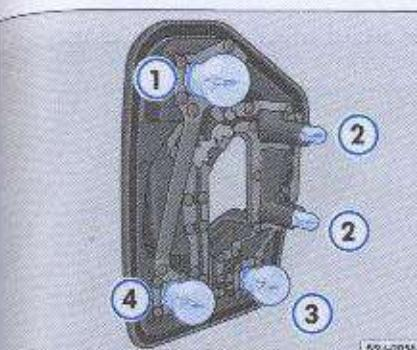

Fig. 145 Lámparas de la linterna trasera
La localización y la identificación de las lámparas → fig. 145 están relacionadas a continuación:
- Para sustituir las lámparas quemadas ⇒ página 213, fig. 145 ①, ③ y ④, presiónelas contra el soporte y girelas, al mismo tiempo, en el sentido antihorario. Para remover las lámparas quemadas ⇒ página 213, fig. 145 ②, basta tirarlas hacia afuera del soporte.